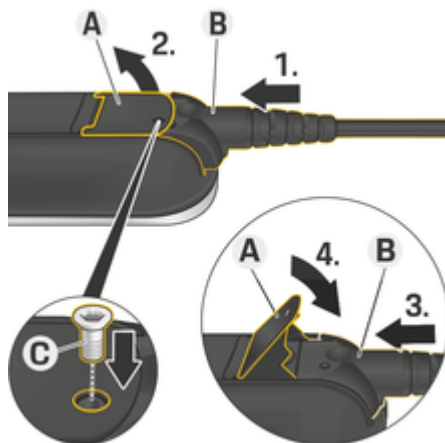

Fig. 29 Ajuste de los cables y enchufes
- ✓ La palanca **A** (Fig. 29) está cerrada.
1. Inserte el enchufe **B** (Fig. 29) en la unidad de control hasta que se sienta primero la resistencia.
5. Asegure el enchufe **B** a la unidad de control con el tornillo **C** (Fig. 29).